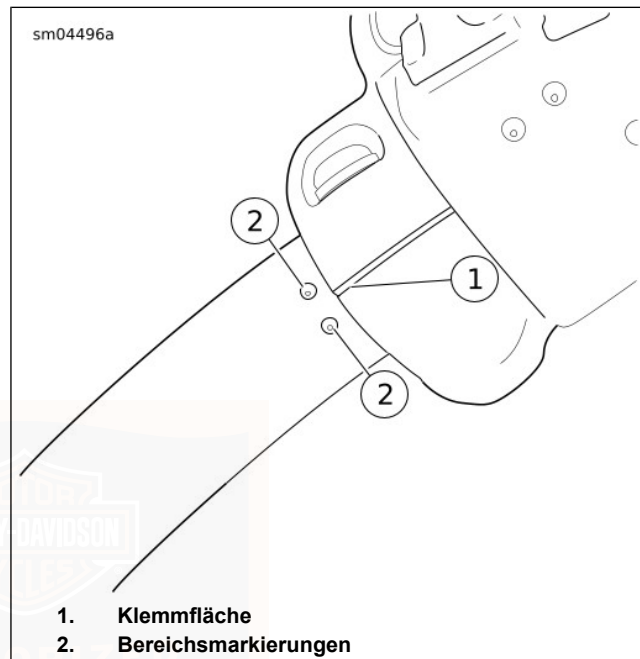

Abbildung 72. Ausrichtung der rechten Bedienelemente-Baugruppe am Lenker
5. Siehe Abbildung 72. Die rechte Bedienungselement-Baugruppe und den Bremshandhebel in eine komfortable Position bringen. Die Festklemmfläche (1) innerhalb der Bereichsmarkierungen (2) halten.